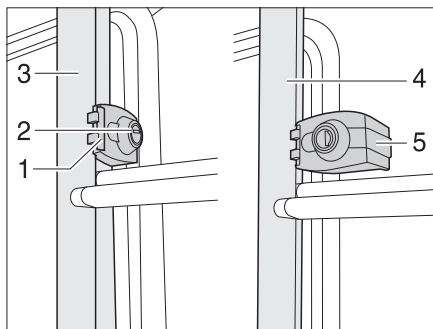

Fig. 1 Bloqueo de la escalera trasera
- Insertar la llave en el cilindro de cierre (Fig. 1,2) del bloqueo de la escalera trasera (Fig. 1,1) y girar un cuarto de vuelta hasta que la llave esté en posición vertical.
- Retener la parte plegable de la escalera trasera (Fig. 1,4) y girar el gancho de seguridad (Fig. 1,5).
- Insertar la llave en el cilindro de cierre (Fig. 1,2) del bloqueo de la escalera trasera (Fig. 1,1).
- Girar el gancho de seguridad (Fig. 1,5) hacia dentro alrededor del tubo de la parte fija de la escalera trasera (Fig. 1,3).